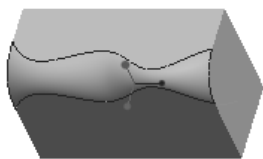

图 6-104 创建由曲线驱动的倒圆角特征
- 5) 在“倒圆角”选项卡中单击  (完成) 按钮, 完成的由曲线驱动的倒圆角特征如图 6-104 所示。